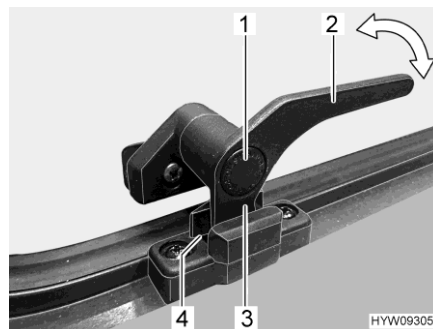

Bild 43 Verriegelungshebel (Stellung "Dauerbelüftung")
- in Stellung "Dauerbelüftung" (Bild 43)
- Sicherungsknopf (Bild 43,1) drücken und gedrückt halten.
- Den Verriegelungshebel (Bild 43,3) eine viertel Umdrehung zur Fenstermitte hin drehen.
- Den Verriegelungshebel wieder zurückdrehen. Die Verriegelungsnase (Bild 43,3) am Verriegelungshebel dabei in die Aussparung der Fensterverriegelung (Bild 43,4) einfahren.
- Sicherungsknopf (Bild 43,1) loslassen.